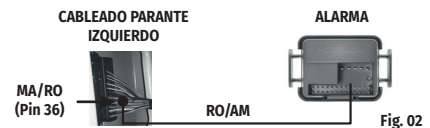

Fig. 02
10.2.5. Traba y Destraba VW UP: Conecte el cable RO/AM de la alarma al pin 36 cable MA/VE del cableado que sale de la puerta hacia el interior del vehículo en el parante izquierdo, detrás de la palanca de apertura de capot, conforme fig. 02.